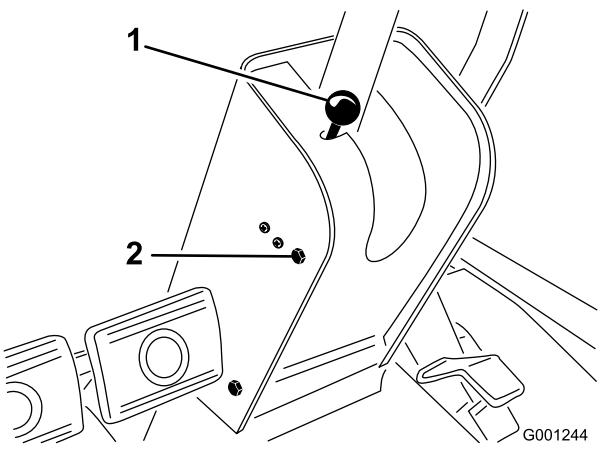

図 68
1. 駐車ブレーキ・ロッドのノブを外し、次にハンドルタワーのカバーを止めているネジを外す(図 68)。